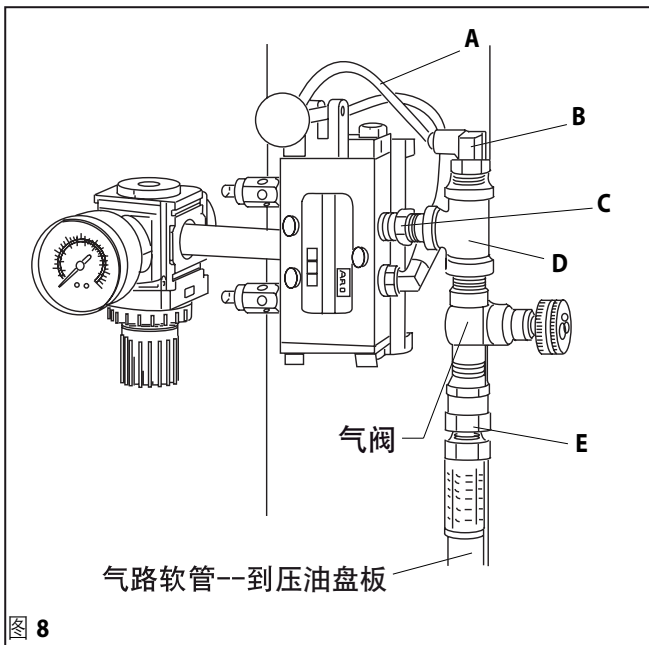

图 8
2. 如果使用了气动辅助装置 (请参见图 8)，则使用约 8 英尺磅的扭矩对空气阀门的压力进行调节。切勿对桶施加过渡压力，避免损坏。